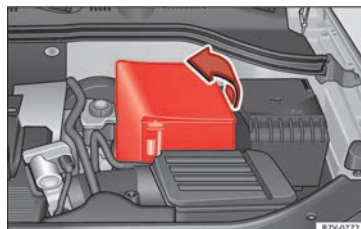

Fig. 249 Dans le compartiment moteur : dégagez le couvercle de la batterie du véhicule.
- *En présence d'un cache* : retirez le couvercle en le faisant glisser sur un côté » fig. 249.